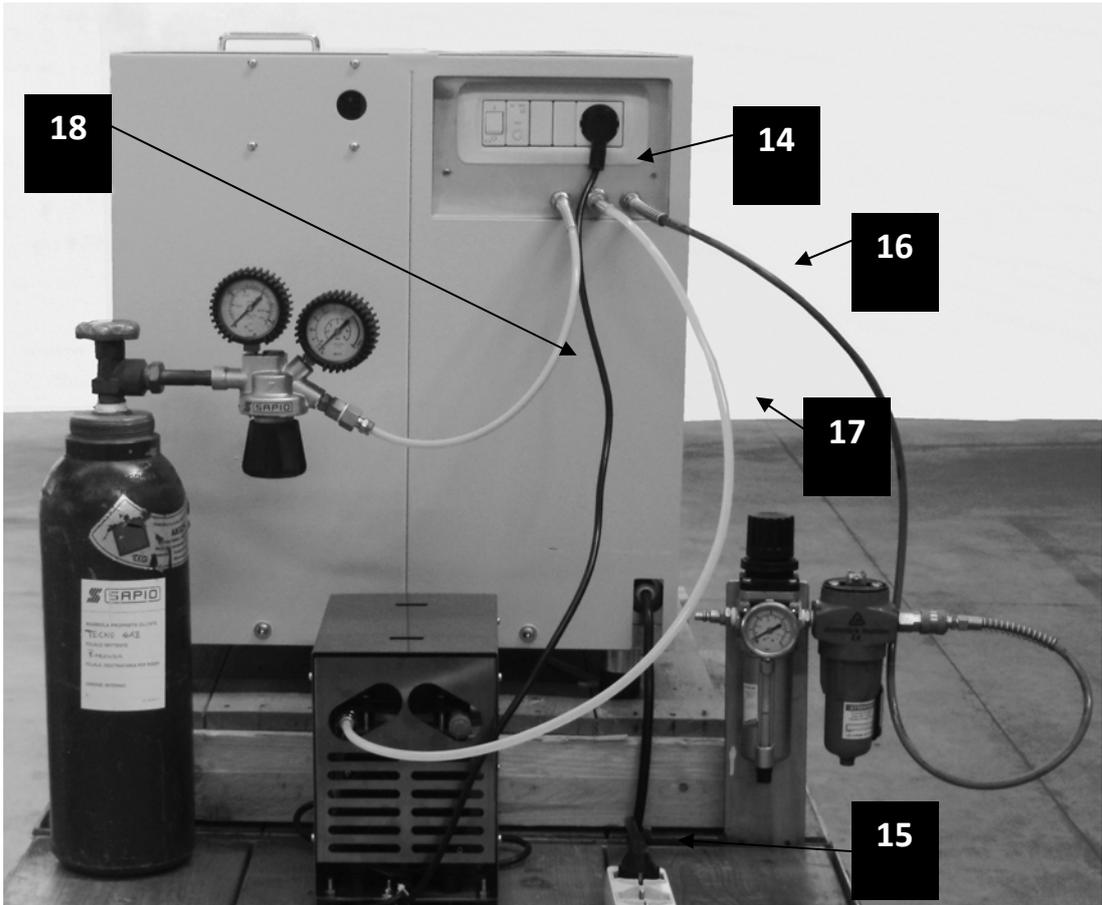
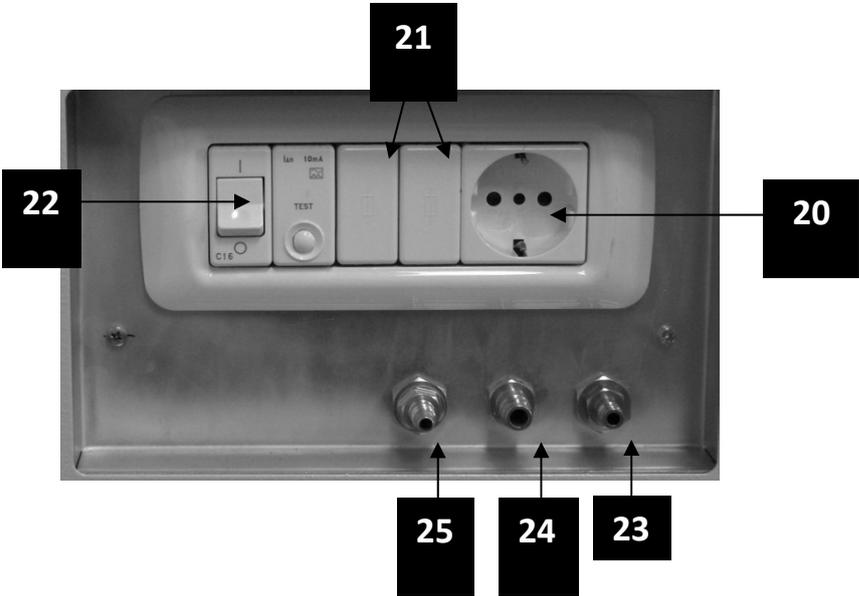

Fig. 2
Fig. 3
Das Stromkabel (Pos.15, Abb.2)
Der Schlauch für den Druckluftanschluss (Pos.16, Abb.2)
Der Schlauch für den Anschluss an die Vakuumpumpe (Pos.17, Abb.2)
Der Schlauch für den Anschluss an die Argon-Gasflasche (Pos.18, Abb.2)
Der Stromstecker für die Vakuumpumpe mit den entsprechenden Schutzvorrichtungen (Pos.20, Abb.3).
Der Hauptschalter mit Sicherung (Pos.22, Abb.3).
2) Überprüfen, ob der Hauptschalter (Pos.22, Abb. 3) auf "0" (aus) steht.
Stecker in eine Steckdose (Pos.15, Abb.2) mit folgenden Merkmalen einstecken:
Denn die Buchse des Schnellsteckers (Pos.16, Abb.2) mit dem Stecker (Pos. 23, Abb.3) verbinden.
4) Den weißen Schlauch(P0s.17, Abb.2) an die Absaugung der Vakuumpumpe anschließen und die Buchse des Schnellsteckers mit dem Stecker (Pos. 24, Abb.3) verbinden.
5) Den Stecker der Vakuumpumpe (Pos.14 , Abb.2) in den Anschluss am Schmelzgerät (Pos. 20, Abb.3) einstecken.
6) Bei Betrieb mit Argongas den gelben Schlauch (Pos. 18, Abb. 2) an den Druckminderer der ARGON-Gasflaschen anschließen und einen Druck von 2-3 Bar einstellen und die Buchse des Schnellsteckers mit dem Stecker (Pos.25, Abb.3) verbinden.
Nach dem in Abb.2-3, beschriebenen Anschluss muss überprüft werden, ob die obere Klappe und der Deckel des Ofens geöffnet sind. Danach den Hauptschalter betätigen (Pos.22, Abb.3).